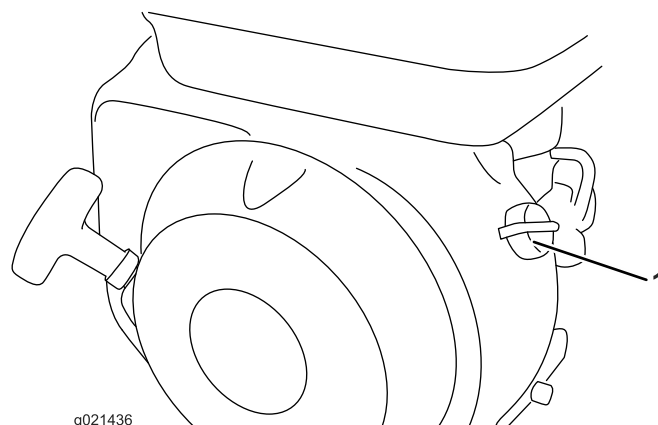

Figura 11
2. Mueva el interruptor del motor a la posición de Encendido (Figura 11).